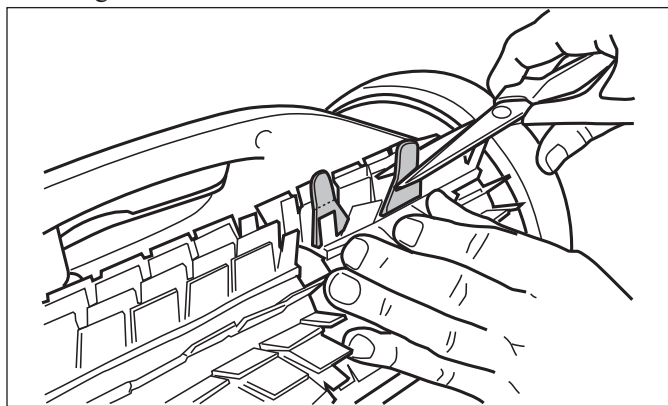

Figure 32. Couper les ongles
5. Utiliser une paire de ciseaux pour couper les ongles à 19 mm (3/4 po) du talon de manière à ce qu'ils ne dépassent pas les pointes, tel qu'il est indiqué à la Figure 32.